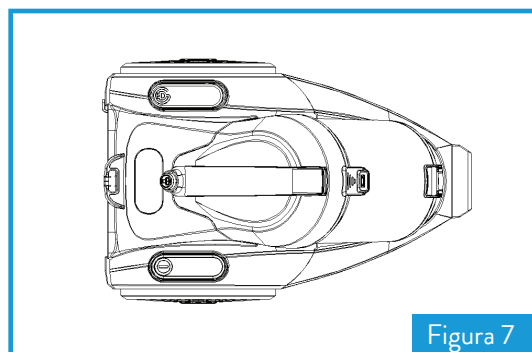

Figura 7
2. Retire el recipiente para la basura de la aspiradora, según muestra la figura 7.